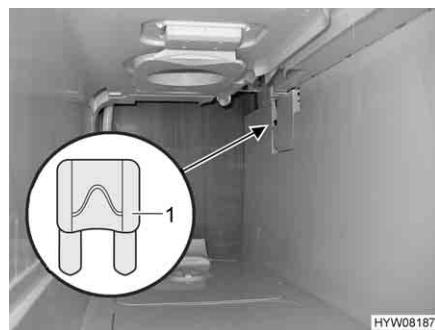

Fig. 78 Fusibile della toilette Thetford
- Sostituire il fusibile (Fig. 78,1).